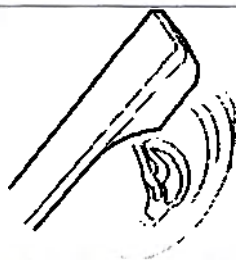

Рисунок 14 – Разговор по телефону
2.2.7.1 При разговоре по телефону разместите трубку под углом к щеке таким образом, чтобы звук шел прямо в отверстие микрофона СА (рисунок 14). При таком положении СА не будет свистеть. Держа трубку в таком положении, не забывайте говорить прямо в микрофон телефона для обеспечения хорошего понимания человеком на другом конце линии.